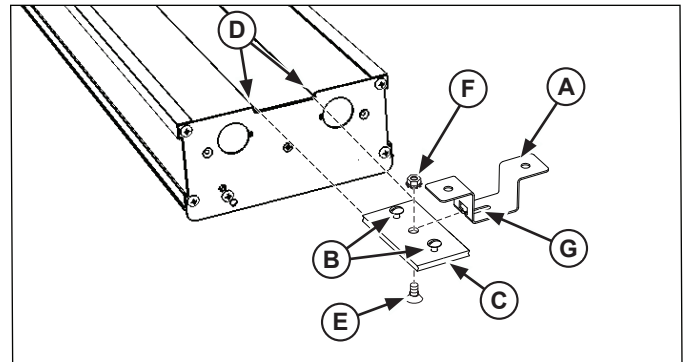

Figura 3. Instalación de los soportes para montaje central.
3. Monte el soporte colgante (A) con el recorte ranurado en "T", en las ubicaciones identificadas en el paso 1. Figura 3.